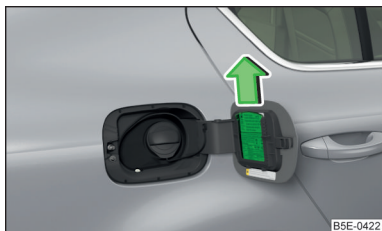

Fig. 179
- > Împingeți în afară racleta pentru gheață » fig. 179.